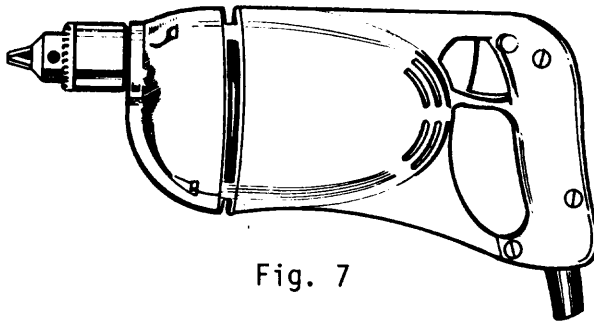
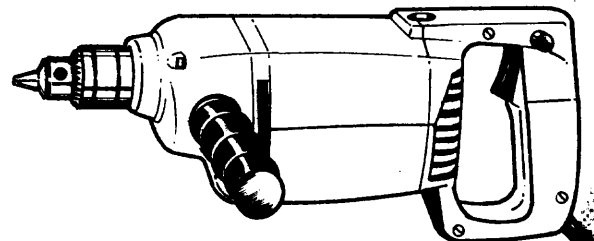

Fig. 7
Fig. 8
2. Para trabajos de producción regular y uso continuo, equipados con mango tipo pistola, (fig. 7), o empuñadura lateral, provisto de interruptor, (fig. 8), cable conductor y enchufe.